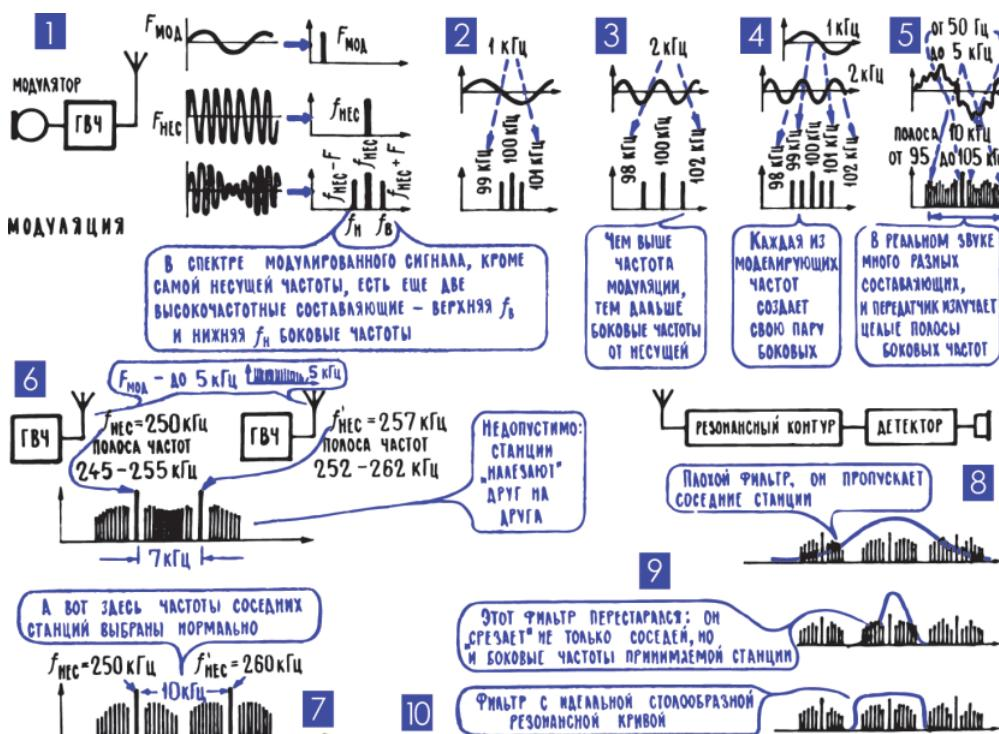

Рис. 13.4. Модуляция сигналов
**7. В спектре модулированного сигнала входят составляющие несущей частоты и двух боковых частот (частотных полос).** Пока нет модуляции, ток в передающей антенне – чисто синусоидальный ток. Но как только начнется модуляция, он уже перестает быть синусоидой в результате медленного изменения амплитуды (в процессе модуляции) высокочастотного тока, форма его несколько искажается. Короче говоря, модуляция есть процесс нелинейный, и в спектре модулированного сигнала появляются новые составляющие (гл. 8; 11). Математический анализ и точные измерения показывают, что эти составляющие появляются обязательно парами и что их частоты чуть выше и чуть ниже основной, или, как ее называют, несущей, частоты  $f_{\text{нс}}$ . При этом верхняя боковая частота  $f_v$  и нижняя боковая частота  $f_n$  отличаются от несущей ровно на частоту модуляции  $F$  (рис. 13.4).
Две боковые составляющие с частотами  $f_b$  и  $f_n$  появляются в том случае, когда высокочастотный ток модулируется одним чисто синусоидальным низкочастотным сигналом. Если же таких модулирующих сигналов несколько, то каждый из них создаст свою пару боковых частот (рис. 13.4; 4). Реальный звуковой сигнал состоит из большого числа синусоидальных составляющих (гл. 7; 13), и при модуляции появляются целые полосы боковых частот (рис. 13.4; 5). Причем граничные боковые частоты – самая низкая из низших  $f_{\text{n min}}$  и самая высокая из верхних  $f_{\text{b max}}$  – определяются высшей модулирующей частотой  $f_{\text{max}}$ . Так, например, если несущая частота 100 Гц, а низкочастотный модулирующий сигнал имеет спектр от 200 Гц до 3 кГц (спектр речи), то получается  $f_{\text{b max}} = 103$  кГц и  $f_{\text{n min}} = 97$  кГц. А если ту же несущую модулировать сигналом, спектр которого 50 Гц – 10 кГц (спектр музыки), то получаются уже такие граничные боковые частоты – верхняя  $f_{\text{b max}} = 100$  кГц и нижняя  $f_{\text{n min}} = 90$  кГц.
сы частот зависит от того, каким сигналом модулирован высокочастотный ток: она равна удвоенной наивысшей частоте модуляции  $F_{\text{макс}}$ . В частности, при передаче речи (первый пример, полоса  $\Delta F = 6 \text{ кГц}$ ) передатчик излучает более узкую полосу частот, чем при передаче музыки (второй пример, полоса  $\Delta F = 20 \text{ кГц}$ ). Все это значит, что фильтр, который будет выделять нужную станцию, должен пропустить к детектору не только несущую частоту, но все боковые частоты, весь спектр модулированного сигнала, всю полосу частот, излучаемых передатчиком (рис. 13.4; 9, 10). И еще один вывод: нельзя назначать радиостанциям очень близкие рабочие частоты, нужно раздвигать несущие частоты так, чтобы спектр одного передатчика не налезал на спектр другого (рис. 13.4; 6, 7). Именно поэтому на некоторых диапазонах, не мешая друг другу, может работать очень много станций, а на других диапазонах мало.